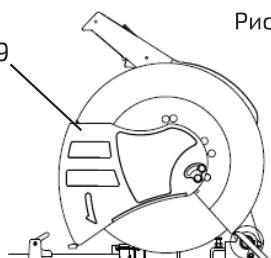

Рис. 14
11. Установить щиток режущего диска (9) в его исходное положение (рис. 14).